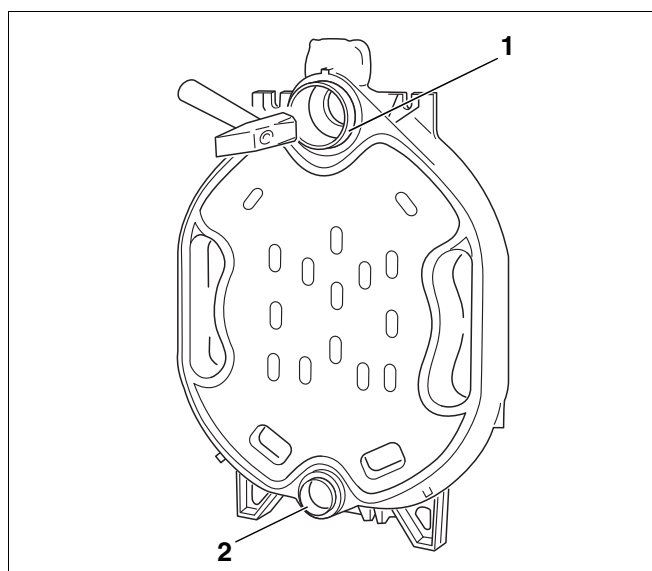

Рис. 9 Установка ниппеля
- Вставить ниппели в верхнюю (размер 2, 119/50) и нижнюю (размер 0, 57/50) ступицы задней секции и забить молотком сильными ударами крест-накрест. После забивания верхний ниппель (рис. 9, поз. 1) должен выступать из верхней ступицы и нижний ниппель (рис. 9, поз. 2) из нижней ступицы примерно на 28 мм.